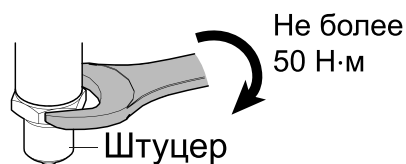

Рисунок 6.4 – Крепление штуцера
2. Закрепить преобразователь в точке установки гаечным ключом за шестигранник штуцера (см. рисунок 6.4). Усилие затягивания не должно превышать $50 \text{ Н} \cdot \text{м}$.